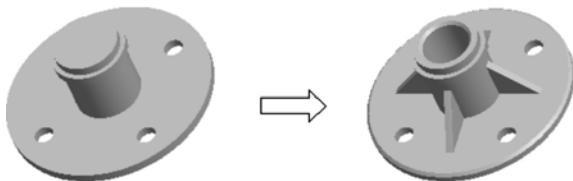

图 4-104 上机操作 3
(10) 上机操作：打开练习源文件“bc_4_ex10.prt”，在练习模型上分别创建孔特征、轮廓筋特征和倒角特征，如图 4-104 所示，具体尺寸由练习者根据要求效果自行确定。